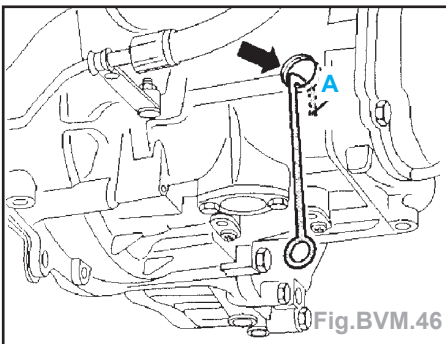

Fig.BVM.46
- Accrocher avec précaution l'outil de contrôle (flèche) (Fig.BVM.46). Le profil (A) doit se trouver sur la paroi intérieure du carter.